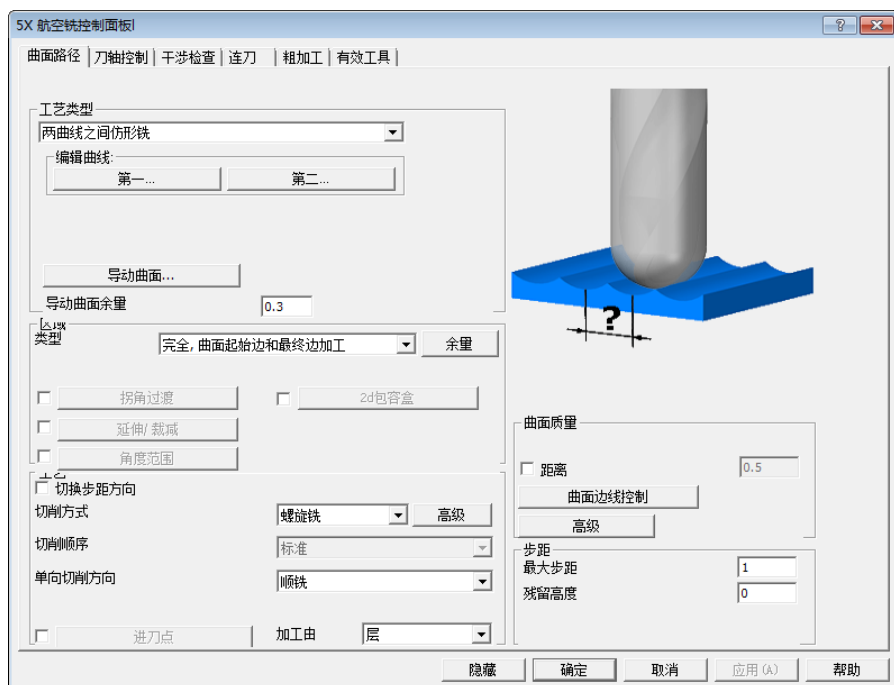

图 4-92 “5X 航空铣控制面板”对话框 (2)
3) 单击“刀路轨迹”后的“进入”按钮，弹出“5X 航空铣控制面板”对话框，选择“工艺类型”为“两曲线之间仿形铣”；设置其他参数如图 4-92 所示。